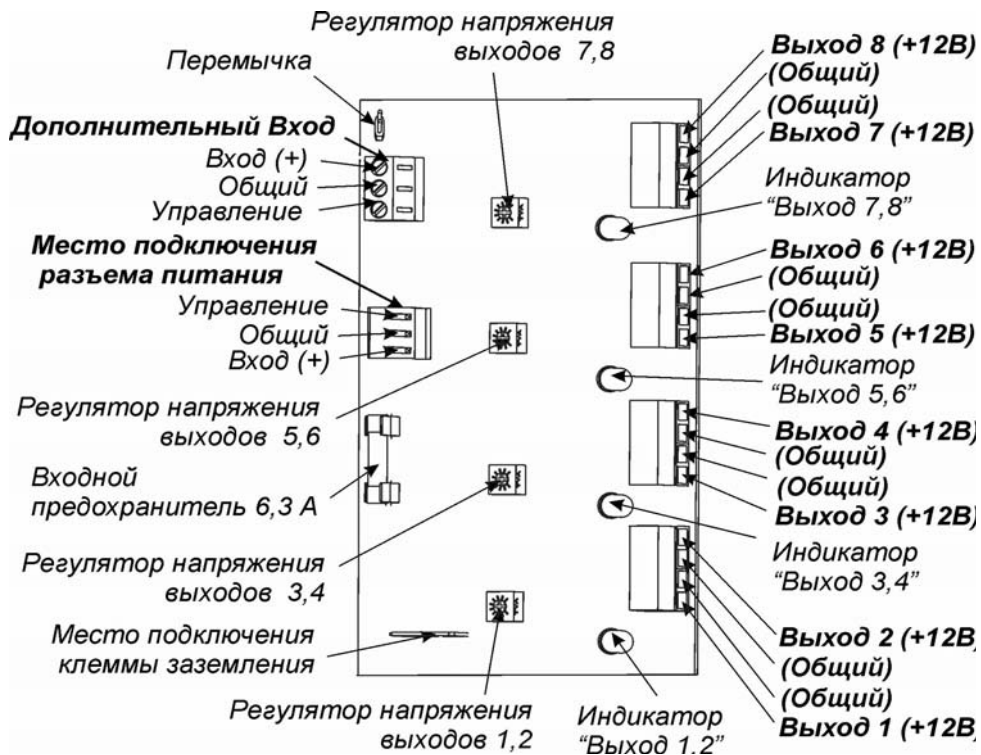

Рисунок.2
Индикаторы «Выход», светодиоды красного цвета, расположенные на преобразователях напряжения PN-V.8 индицируют наличие выходных напряжений каждой пары выходов см. рис.2.
Для увеличения выходного напряжения необходимо повернуть регулятор напряжения по часовой стрелке см. рис.2.
- подключить подводящие провода нагрузок к клеммам «ВЫХОД», «ОБЩИЙ» плат преобразователей РN-V.8, минусовой провод – к клемме «ОБЩИЙ», плюсовой – к клемме «ВЫХОД» см. рис.2;